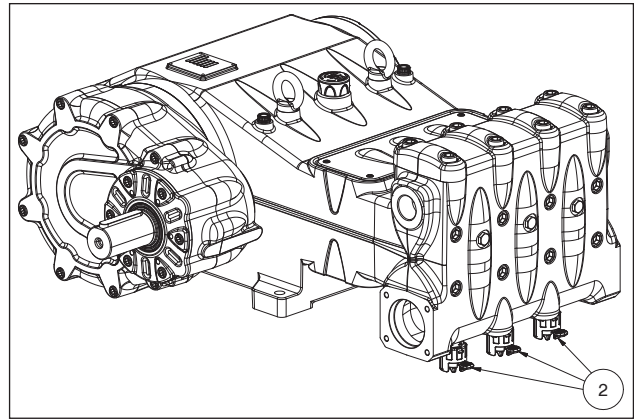
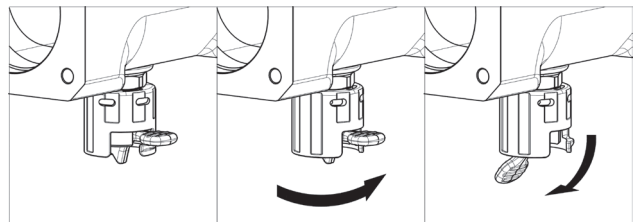

Fig. 9
Fig. 10
**En cas de stockage ou d'arrêt prolongé, remettre les soupapes d'aspiration en état de fonctionner en ouvrant les trois dispositifs d'ouverture (voir rep. ② Fig. 9). S'assurer d'avoir refermé les soupapes avant d'amorcer la pompe. Pour les positions de « travail » et de « repos », voir Fig. 10.**